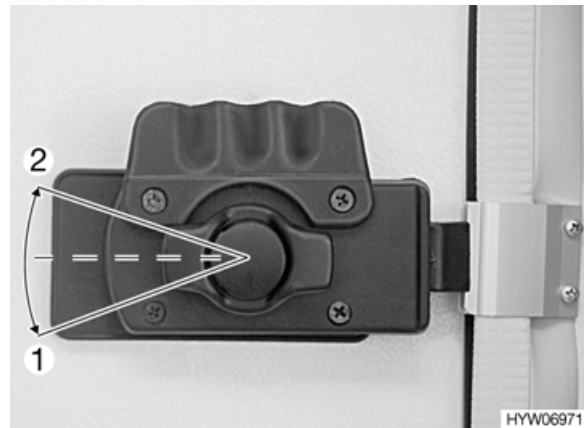

Bild 16 Türschloss Eingangstür, innen, offen
- Den Türknauf entgegen dem Uhrzeigersinn (Bild 16,1) drehen.
- Den Türknauf ca. 45° im Uhrzeigersinn drehen und in dieser Stellung stehen lassen (Bild 16,2).